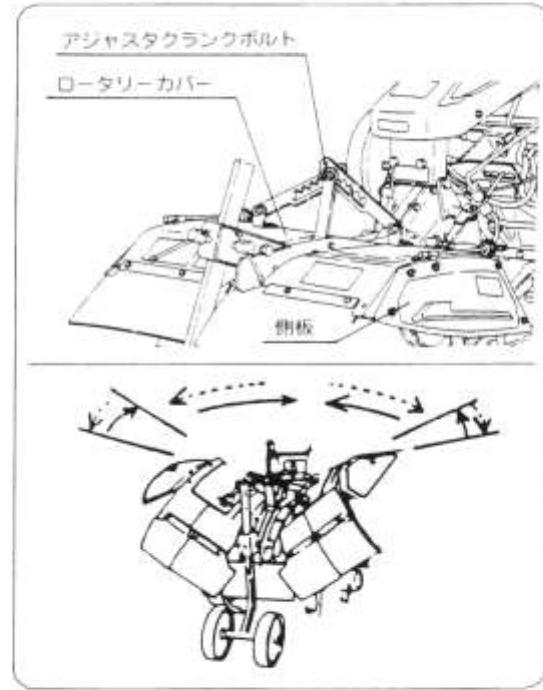

図21
- ① ロータリーカバー、側板は作業により上下に調節してください。（図21）